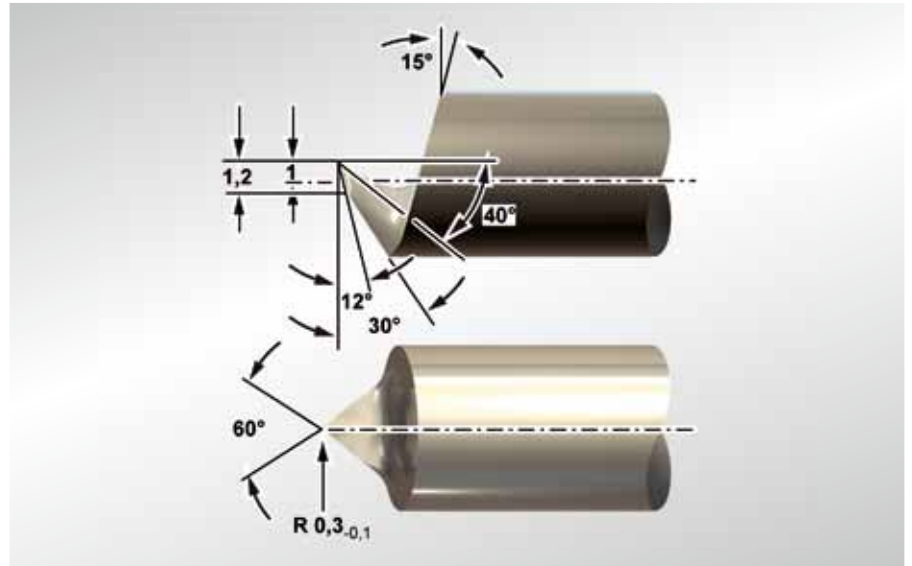

Abb. 64: Schneidwerkzeug für Permaglide® P22 und P202
- Hartmetallwerkzeuge (Abb. 64)